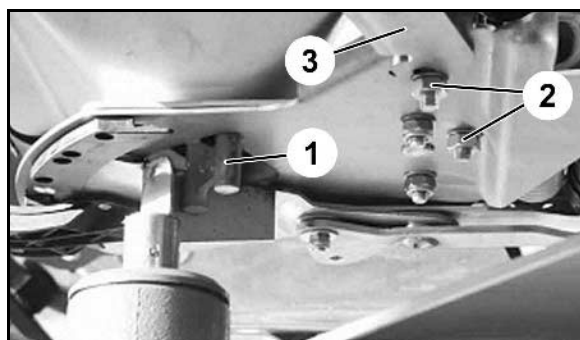

Fig. 9
1. Løsn monteringskruerne (Fig. 9/2) til stelmotorkonsollen (Fig. 9/3).
2. Sæt indstillingslæren (Fig. 9/1) i gennemløbsåbningen.
3. Drej stelmotorkonsollen (Fig. 9/3) mod indstillingslæren, og spænd monteringskruerne (Fig. 9/2) igen.